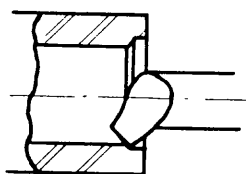

Fig. 2
- b Tornée la perforación a la medida. fig. 2